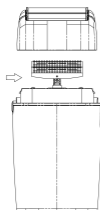

Fig. 3
2. Folosiți peria de curățare pentru îndepărtarea oricăror deșeuri de pe lame și din jurul acestora (vezi Fig. 3).